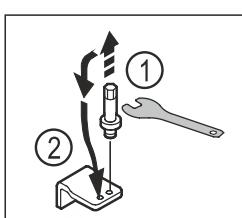

Fig. 14
- Відкрутіть болт нижнього опорного кронштейна за допомогою шестигранного ключа SW5. Fig. 14 (1)
- Вставте болт із протилежного боку. Fig. 14 (2)